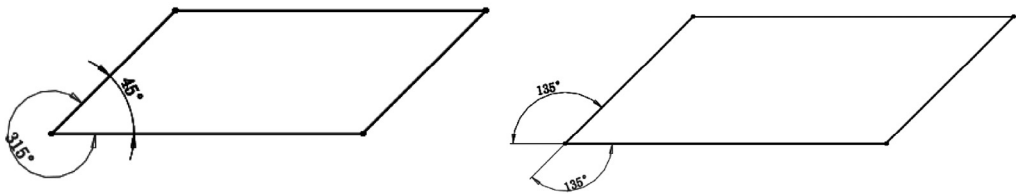

图 2-81 4 种不同的夹角角度
- 5) 这时标注尺寸线显示为两条直线之间的角度, 随着光标的移动, 系统会显示 4 种不同的夹角角度, 如图 2-81 所示。